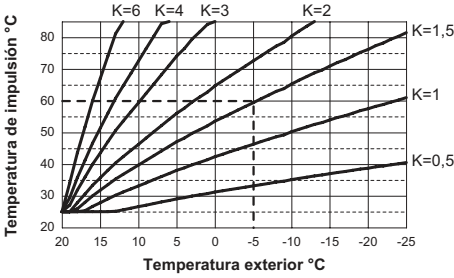

Figura 4.10
La caldera está configurada con un coeficiente K igual a cero para el funcionamiento de la caldera sin sonda conectada. Si la caldera **TIENE CONECTADO** el control remoto (opcional) consulte la Figura 4.10. En este caso el ajuste del coeficiente K debe hacerse desde remoto.
El coeficiente K es un parámetro que aumenta o reduce la temperatura de impulsión de la caldera al variar la temperatura exterior. Cuando se instala la sonda externa se debe ajustar este parámetro en función del rendimiento de la instalación de calefacción para optimizar la temperatura de impulsión (Figura 4.10). Ej.: para obtener una temperatura de impulsión a la instalación de calefacción de 60 °C con una temperatura exterior de -5 °C, se debe definir un K de 1,5 (línea discontinua en la Figura 4.10).
- Utilizando los botones 1 o 2 se puede ver y/o modificar el valor del parámetro 15 desde un mínimo de **01** hasta un máximo de **60** en función de la curva elegida para el coeficiente K en la Figura 4.10 (el valor que aparece en el display equivale a valores decimales de coeficientes K). El display muestra el mensaje **"SET"** (Figura 4.13).